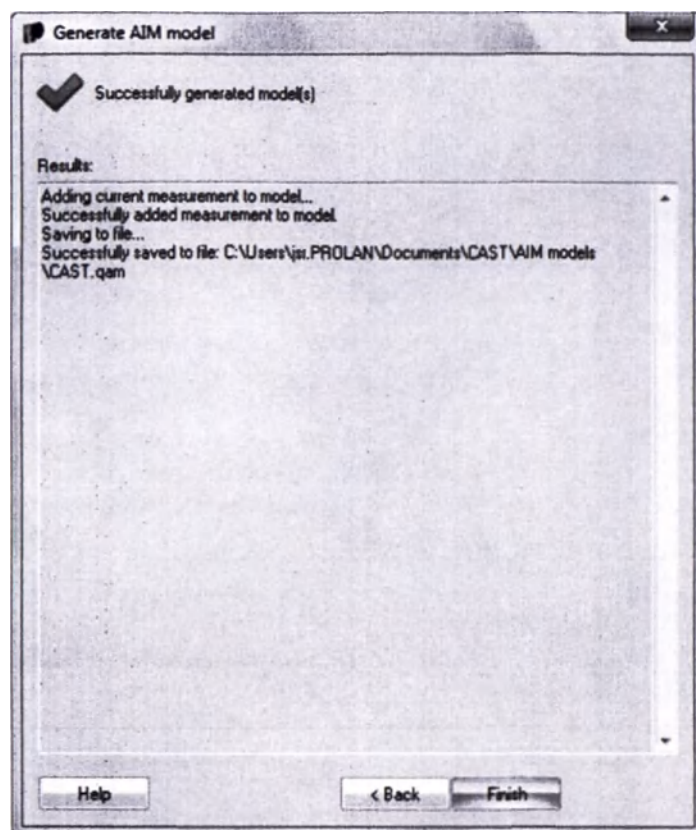

Рис. 85 Окно завершения генерации модели AIM с отображением хода процесса.
5. Когда модель AIM создается или обновляется, на экране появляется диалоговое окно с ходом процесса. При возникновении каких-либо ошибок во время процесса, в окне Results (Результаты) появится об этом сообщение. Например, Вы можете получить сообщение о том, что первый файл является статическим или добавляемый файл слишком отличается от предыдущих. В этих случаях Вы можете прервать процесс (Рис. 85).